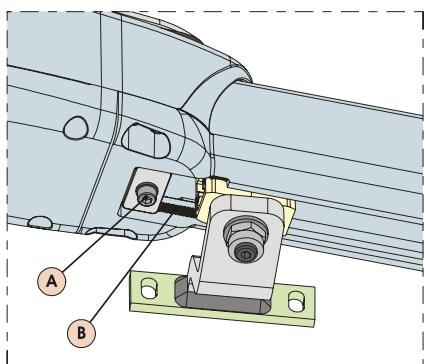

Рис. 17
- 3) Ослабьте фиксирующий винт, Рис.17, сноска A. Не извлекайте винт.
**ВАЖНОЕ ПРИМЕЧАНИЕ:** Механический упор работает совместно с секцией зубчатой передачи, Рис. 17 сноска B. При наличии каких-либо проблем при перемещении убедитесь в том, что сопряжение указанных узлов не содержит препятствий. **НЕ ПРИЛАГАЙТЕ ИЗБЫТОЧНЫХ УСИЛИЙ.**